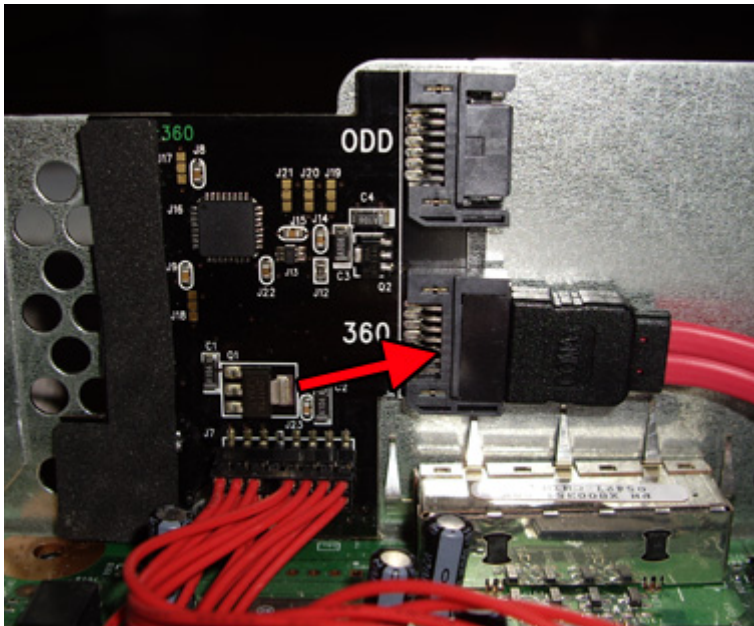

Imagen 4B
11. Debemos conectar ahora el otro extremo del cable SATA al DSE. Debemos asegurarnos que conectamos el cable en el puerto llamado "360" (imagen 4B).